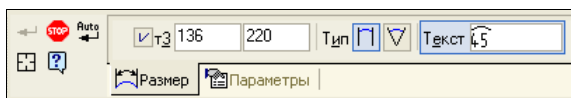

Рис. 11.30. Панель свойств в режиме построения размера дуги
- ◆ укажите "ловушкой" дугу **1**, которую необходимо образмерить. Автоматически появляется фантом размера. Обратите внимание на Панель свойств (рис. 11.30), где на вкладке **Размер** в поле **Тип** имеются две кнопки: